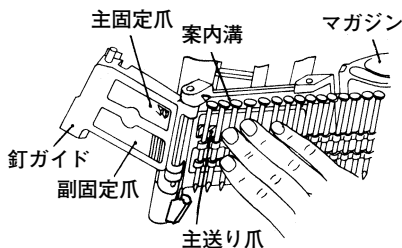

図 9
- 釘を装着するためにマガジン内から引出してください。釘列の最初の釘を送り爪の2本の爪の間へ入れ釘頭が案内溝に入るようにしてください。送り爪の前へ最初の釘が入ると釘ガイドがうまく閉じないことがありますのでご注意ください。(図9)